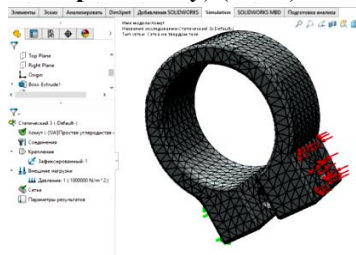

Рис.4. Формування сітки за методом кінцевих елементів
6. Сформувати сітку (натиснути на рядок **Сітка**, в контекстному меню вибрати пункт **Створити сітку**) (Рис.4).